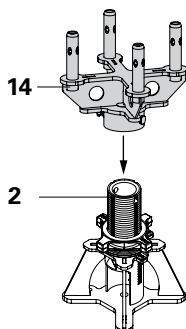

Fig. 23a
1. Posizionare il raccordo UJC (14) con il perno di collegamento (14a) sul tubo filettato (2). (Fig. 23a + 23b)